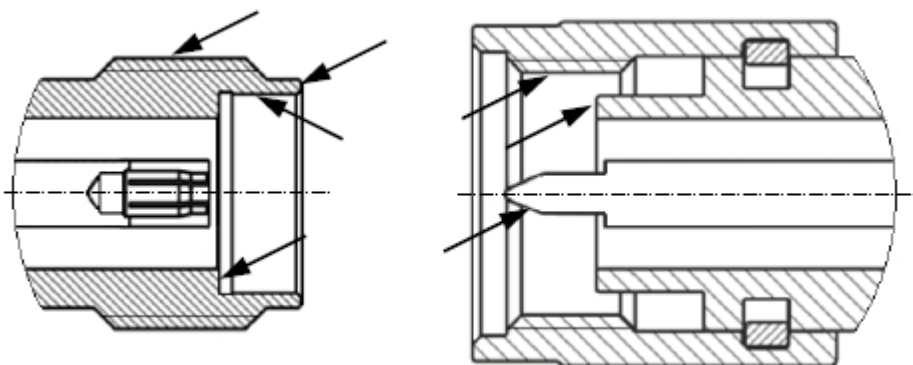

Рисунок 61 – Соединители тип 3,5 мм (розетка слева, вилка справа)
- протрите поверхности соединителей (см. рисунок 61) палочкой с ватным тампоном, смоченным в спирте; капли спирта не должны попадать вовнутрь устройств;